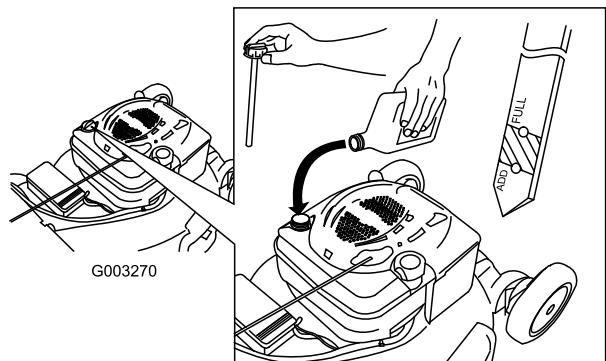

Figure 48
- Versez de l'huile lentement dans le goulot de remplissage pour faire monter le niveau de liquide jusqu'au repère du plein (Full) sur la jauge (Figure 48). **Ne remplissez pas excessivement.** (Remplissage max. : 0,59 l (20 onces), type : huile détergente SAE 30W de classe de service API SF, SG, SH, SJ, SL ou supérieure.